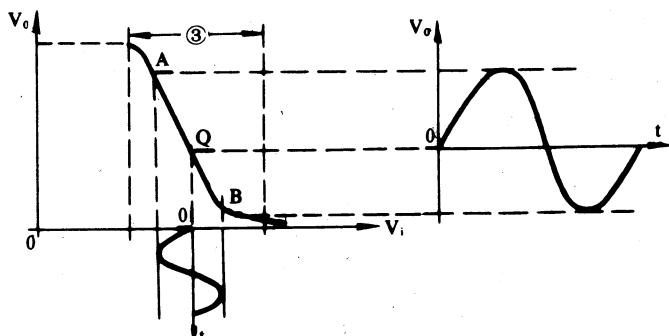

图 4 反相器放大图解
反相器在第③工作区时，当输入电压有不大变化时，输出电压也将会有较大的变化，类似于晶体三极管工作，对于反相器也可作出图解（如图 4 所示）。为清楚起见，只画出第③工作区。我们定义放大器增益 k 为
由图 4 可见，为了实现线性放大，必须把工作点偏置在 Q 点。一般对反相器的偏置方法有反馈偏置法和分压偏置法两种。